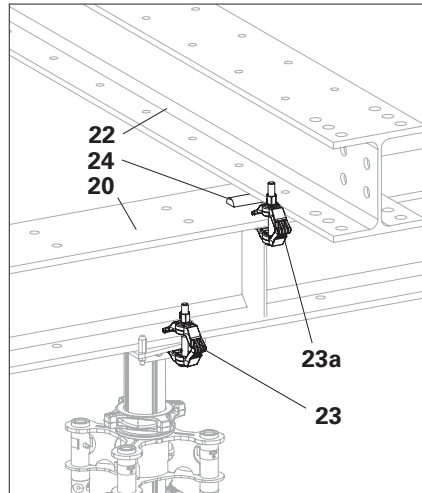

Fig. B1.01a
Inserire i listelli di centraggio (24) tra le travi di orditura HDT (20) e le traverse (22). (Fig. B1.01a - B1.01d)
- Non unire con morse per trave (23a + 23b) le flange della trave di orditura superiore e le flange della traversa inferiore. Le morse devono essere applicate solo accanto a esse! (Fig. B1.01a - B1.02a)
(Fig. B1.01a - B1.02a)